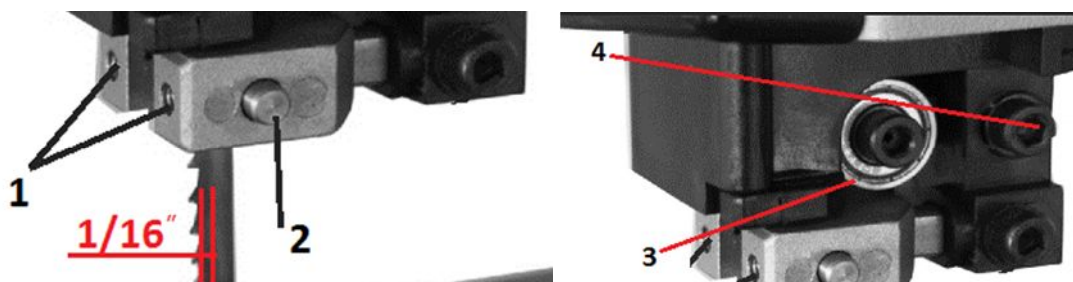
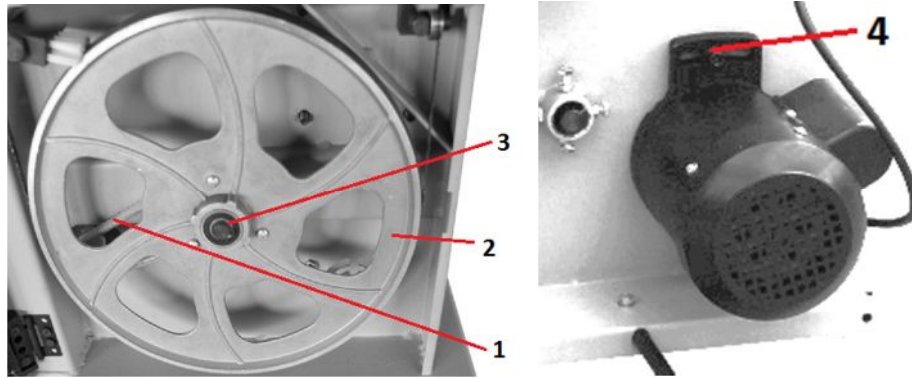

Рис. 3 Регулировка ленточного пыльного полотна в подвижной направляющей
Рис. 4 Смена приводного ремня
- проверьте регулировку пыльного полотна в подвижной направляющей. Расстояние от дна впадины ленточного пыльного полотна до направляющих штифтов (поз. 2 рис. 3) должна быть 1,5 мм, а расстояние от задней части ленточного пыльного полотна до направляющего ролика (поз. 1 рис. 4) должна быть 0,75 мм. При необходимости выполните регулировку;
- снимите стопорное кольцо (поз. 3 рис. 4) ведущего колеса (поз. 2 рис. 4);
- снимите ведущее колесо (поз. 2 рис. 4);
- ослабьте винт (поз. 4 рис. 4) крепления электродвигателя;
- ослабьте натяжение приводного ремня – переместите двигатель против часовой стрелки вокруг оси его крепления и зафиксируйте его винтом (поз. 4 рис. 4) с вала;
- смените приводной ремень (поз. 1 рис. 4);
- ослабьте винт Поз. 4 рис. 4) крепления электродвигателя и дайте электродвигателю под собственным весом опуститься и натянуть приводной ремень (поз. 1 рис. 4);
- проверьте правильность установки и натяжения приводного ремня (поз. 1 рис. 4) и затяните винт (поз. 4 рис. 4) крепления электродвигателя;
- установите ведущее колесо (поз. 2 рис. 4) на вал и зафиксируйте его стопорным кольцом (поз. 3 рис. 4);